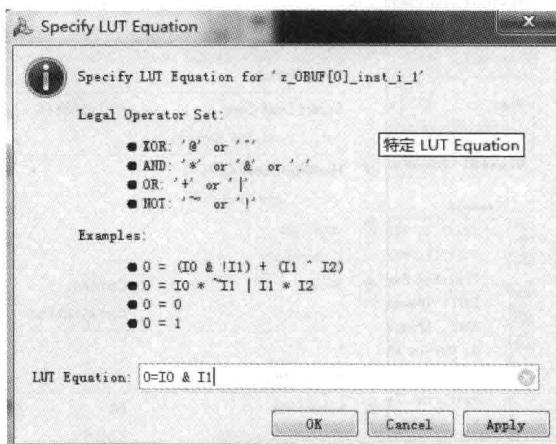

图 8.17 修改 LUT 属性
- (2) 在该界面左侧的 Cell Properties 窗口下,选择 Truth Table 标签。
- (3) 在 Truth Table 标签窗口下,单击 Exit LUT Equation 按钮。
- (4) 如图 8.17 所示,出现 Specify LUT Equation 对话框界面。在该界面的 LUT Equation 右侧输入逻辑表达式。